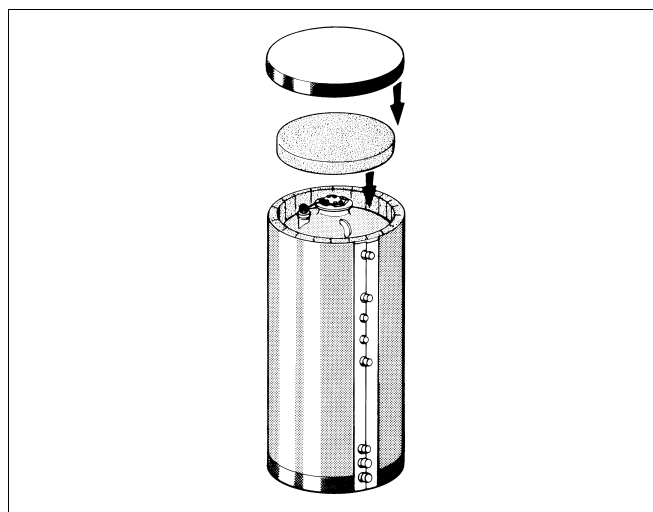

Рис. 12 Монтаж теплоизоляции
Перед замыканием теплоизоляционного мата нужно тщательно проложить датчики проводов по корпусу бака. Оптимальная температура для монтажа теплоизоляции составляет +15 °С. Лёгкое постукивание по теплоизоляции в направлении замков облегчает соединение обоих концов мата (рис. 12).
- ▶ Уложите на крышку люка верхний теплоизоляционный круг так, чтобы он соединялся с теплоизоляционным матом (рис. 12).
- ▶ Наденьте пластмассовую крышку бака на теплоизоляционный круг и край теплоизоляционного мата (рис. 12).
- ▶ Снимите крышку с бака (рис. 12).
- ▶ Снимите верхний теплоизоляционный круг (рис. 12).
- ▶ Наденьте крышку бака (рис. 12).